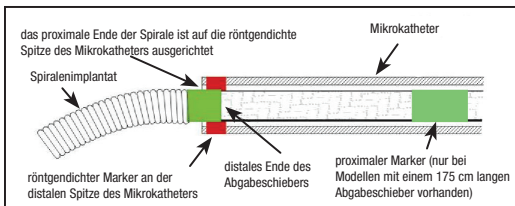

Abbildung 4 – Position der Marker für die Abtrennung
29. Die Spirale an die gewünschte Stelle vorschieben, bis der röntgendichte Marker auf dem Abgabeschieber ausgerichtet ist oder sich leicht distal zum Mikrokatheter mit röntgendichtem Marker an der distalen Spitze befindet, wobei die Abtrennzene direkt jenseits der Mikrokatheterspitze positioniert wird. Siehe Abbildung 4.